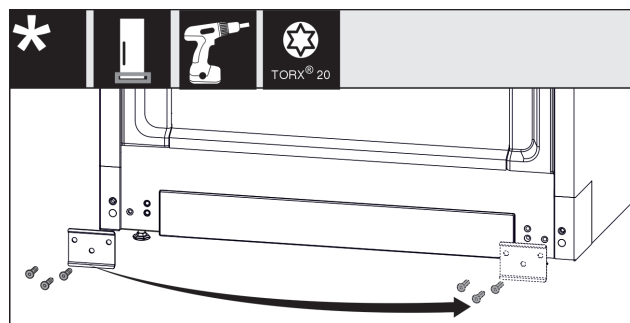

Fig. 30
- Dévisser la tôle Fig. 30 (1), la déplacer et la revisser de l'autre côté.